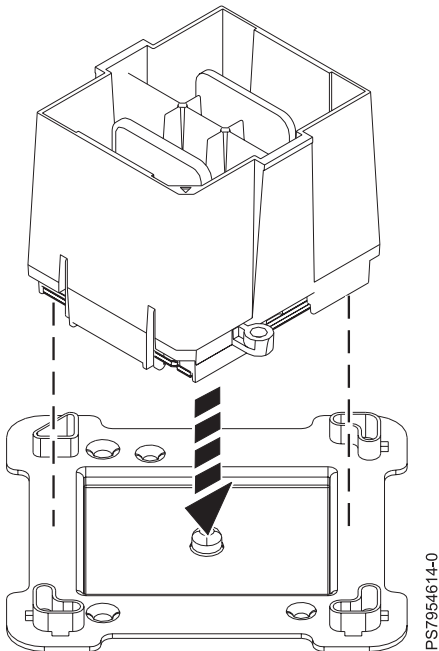

Figure 37. Positionnement de l'outil en biais sur le couvercle de l'emballage
10. En tenant l'outil par l'extérieur, soulevez-le, avec le microprocesseur à l'intérieur, pour l'extraire du connecteur et placez-le en biais sur le couvercle de l'emballage du microprocesseur que vous aviez ouvert à l'étape 6, à la page 75, comme illustré dans la figure 37.